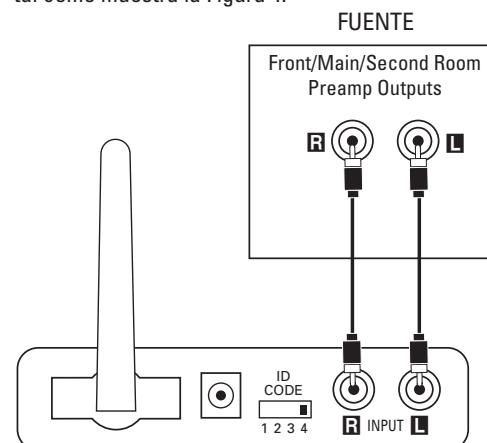

Figura 4.
Paso 1. Conecte el cable de interconexión (incluido) entre las salidas preamplificadas principales/frontales (o las salidas de zona 2 o las salidas de grabación REC) y las entradas del módulo transmisor **14**, tal como muestra la Figura 4.